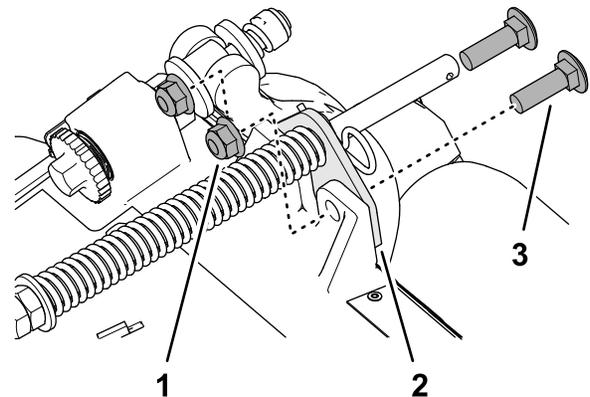

Figure 17
- Retirez les 2 contre-écrous à embase (3/8 po) et 2 boulons de carrosserie (3/8 x 1/4 po) qui fixent le support du compensateur au cadre de l'unité de coupe (Figure 17).